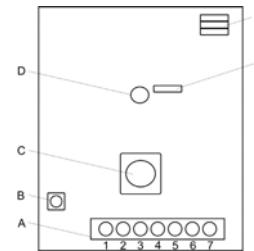

Fig. 2
- Verbinden Sie die Drähte mit den Anschlussklemmen (Fig. 2).
- Attach the wires to the connection terminal (Fig. 2).
- Brancher les files aux bornes de raccordement (comme indiqué / figure.2)